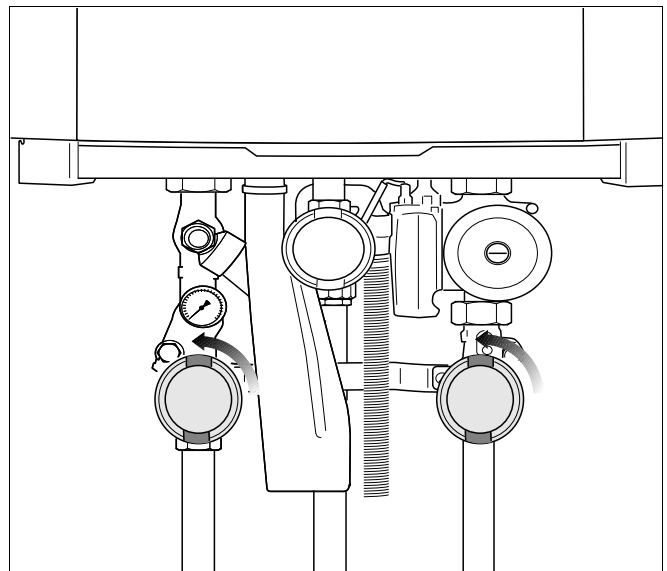

Fig. 58 Serviceafsluiters openen (hier in geopende stand)
- Serviceafsluiters op de cv-aanvoer- en retourleiding (→ fig. 58) openen (geopende stand: parallel aan de leiding).